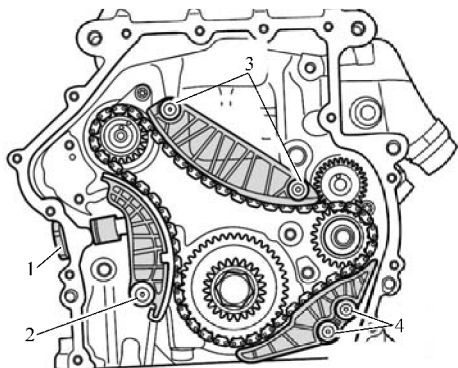

图 9-2 拆卸平衡轴正时链
- 2) 旋出平衡轴正时链的链条张紧器螺栓 1，如图 9-2 所示。
7) 安装平衡轴正时链的导向夹板, 旋入导向螺栓 4、3 和 2 固定, 如图 9-2 所示。